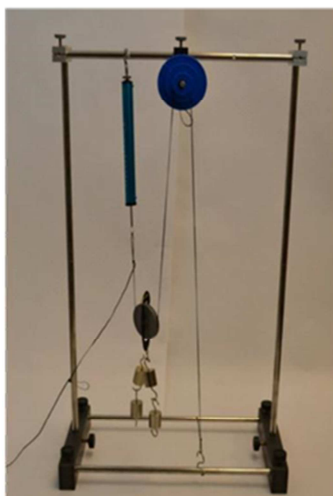

Figura 14-2: sistema de dos poleas
- 10 ¿Han funcionado dos poleas en el sistema enhebrando la cuerda alrededor de dos poleas como se muestra en la Figura 14-2?